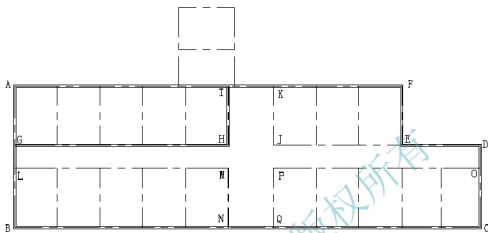

图 2.40 绘制 GHI 内墙
(2) 按 Enter 键重复刚刚使用过的【多线】命令。可以看到，AutoCAD 会记住上一次“多线”的设置，即对正为“无”，比例为“240.00”。
① 在指定起点或 [对正 (J)/ 比例 (S)/ 样式 (ST)]: 提示下，打开【对象捕捉】功能，捕捉 G 点作为多段线的起点。
② 在指定下一点或 [闭合 (C)/ 放弃 (U)]: 提示下，分别捕捉 H、I 点。
③ 按 Enter 键结束命令，绘制出 GHI 内墙，结果如图 2.40 所示。